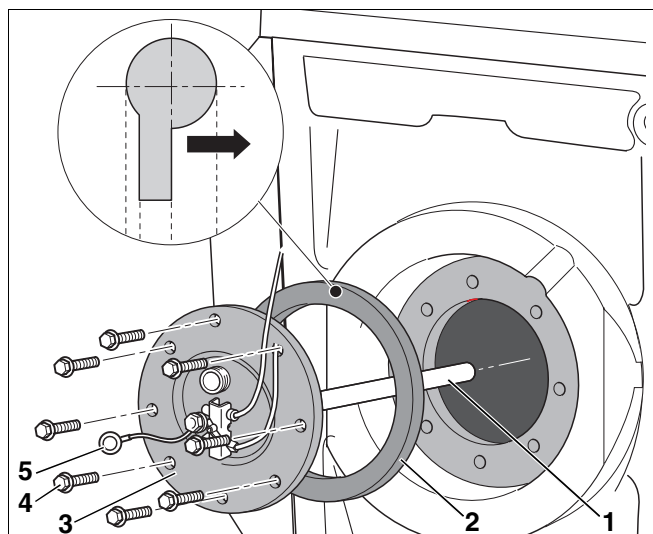

Fig. 18 Montage de l'anode au magnésium
- Remettre l'anode au magnésium (fig. 18, **pos. 1**) avec le couvercle de la trappe de visite en place en tenant compte du sens de montage du joint du couvercle : l'inscription "côté couvercle" doit être orientée vers le couvercle de la trappe de visite.
- Nous recommandons d'utiliser, après le nettoyage, un nouveau joint pour le couvercle de la trappe de visite (fig. 18, **pos. 2**) pour éviter les fuites sur le préparateur.
- Insérer manuellement les vis à tête hexagonale (fig. 18, **pos. 4**) sur le couvercle de la trappe de visite.
- Monter l'œillet du câble de raccordement à la masse (fig. 18, **pos. 5**) avec une vis à tête hexagonale et la rondelle dentelée.
- Montez les œillets du câble de raccordement à la masse (fig. 18, **pos. 5**) avec une vis à tête hexagonale à bonne conduction électrique sur le couvercle de la trappe de visite pour garantir le fonctionnement de l'anode au magnésium.
- Puis resserrer les vis à tête hexagonale (fig. 18, **pos. 4**) avec une clé de serrage de trois quarts de rotation (correspond au moment de serrage de 40 Nm).